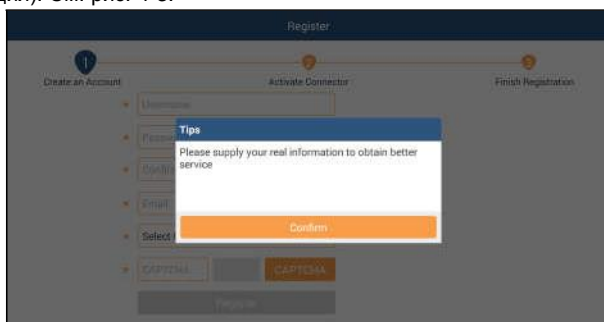

Рис. 4-3
1. Если вы являетесь новым пользователем, нажмите «New Registration» (новая регистрация). См. рис. 4-3.
На рис. 4-3 заполните каждое поле формы (пункты с \* должны быть обязательно заполнены). После ввода данных нажмите «Register» (зарегистрировать), отображается следующее окно: